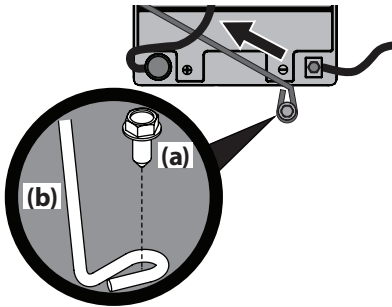

Figure 16
REMARQUE : Le faisceau électrique doit être placé au-dessus de la barre de retenue de la batterie. Autrement, il risque d'être endommagé. Voir Figure 16 à la page 80.
3. Retirez le boulon hexagonal (a) qui fixe la tige de retenue de la batterie (b) au châssis. Faites pivoter la tige de retenue de la batterie (b) vers le haut et retirez la batterie. Voir Figure 16.